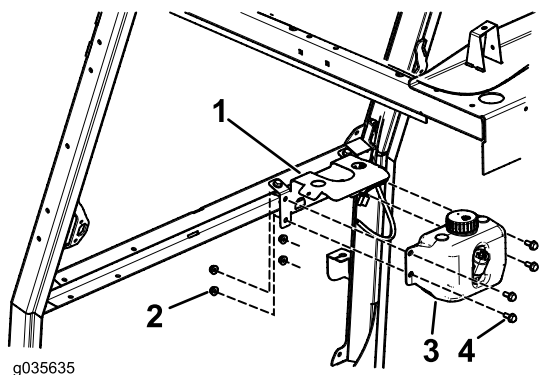

Figura 7
2. Instale o depósito no suporte utilizando quatro parafusos (5/16" x 3/4") e quatro porcas (5/16"), como se mostra na Figura 7.